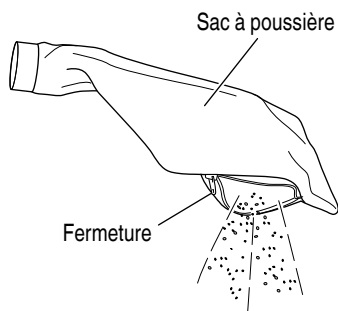

Fig. 19
1. Vidage et nettoyage du sac à poussière (Fig. 19).